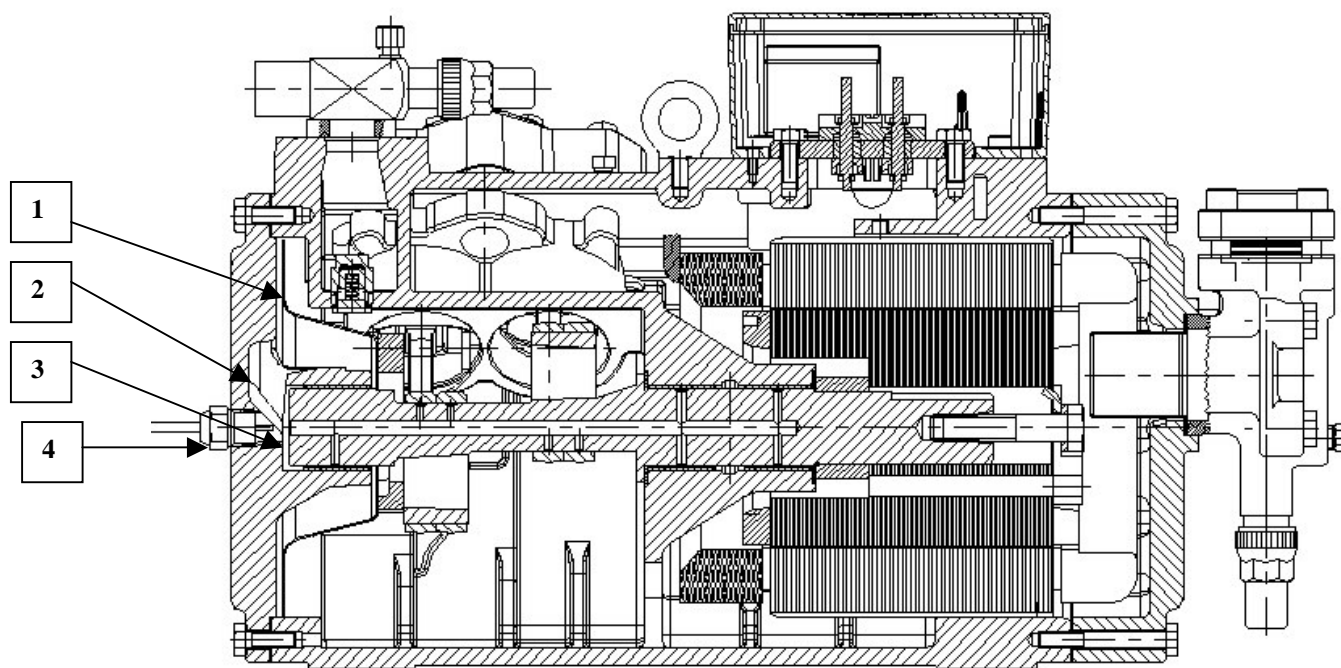

Figura 2: Compressor Octagon® 4NCS-20.2 com lubrificação centrífuga
A solução foi desenvolver um sistema centrífugo de lubrificação otimizado como mostrado na figura 2, ao qual é muito diferente do projeto de arraste de óleo convencional. Através de um Centrifugador (1), constituído por um disco dinâmico perfilado, o óleo é arrastado do cárter para o compartimento (2) da tampa do cárter onde se localiza o mancal frontal. O virabrequim nesse caso tem um orifício central